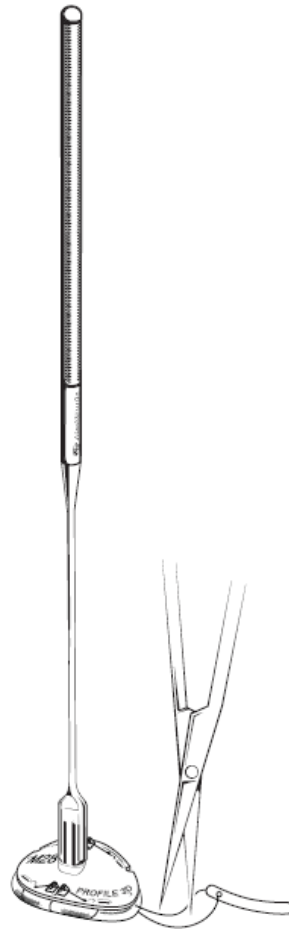

Figura 3
2. Con la cara impresa del soporte hacia arriba, alinee y acople el mango estéril en la cavidad de encaje a presión del reborde (Figura 3). La parte delgada del mango es maleable para alinear el dispositivo con el anillo valvular.
Para utilizar el mango, alinee y encaje el mango estéril en la cavidad de ajuste del soporte (Figura 3). La parte delgada del mango es maleable, lo cual permite al cirujano alinear el dispositivo con el anillo valvular.